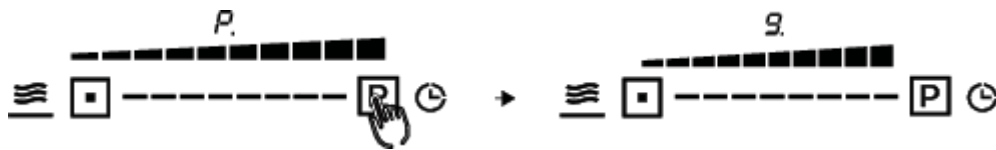

Fig. 39:
Para activar la función de ventilación asistida, pulse el botón de ventilación asistida (P) situado en el panel de control de la campana ( Fig. 39).